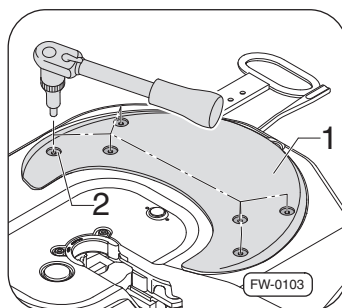

Fig. 37 · Retirer les vis des plaques de glissement
1. Retirer les vis (12x) ⇒Fig. 37, –pos. 2– et les mettre au rebut.
2. Retirer les plaques de glissement –pos. 1–.